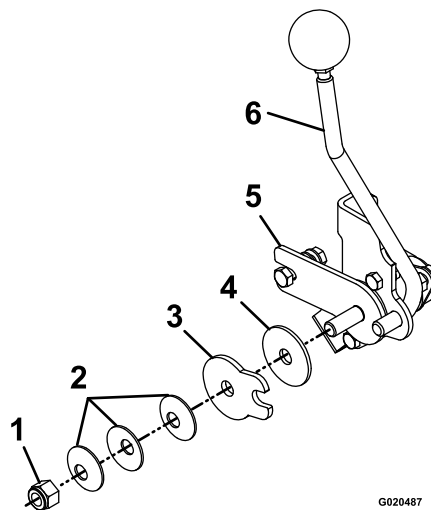

Figura 62
3. Per regolare la tensione, regolate il dado di articolazione situato all'estremità dell'albero di controllo del movimento, davanti alla consolle di destra (Figura 62).